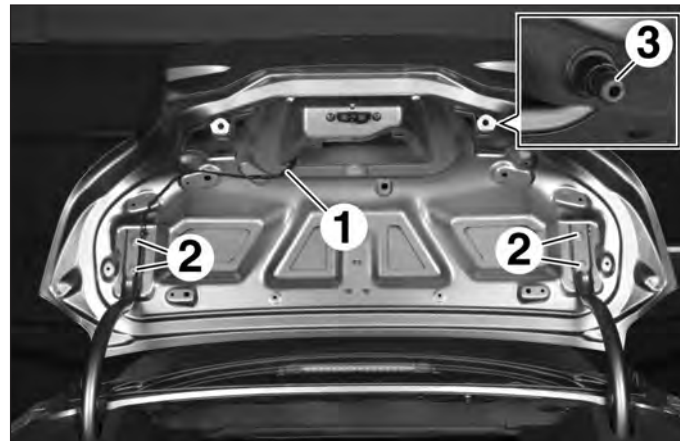

FIG.161
- Débrancher puis dégager le faisceau électrique (1) du couvercle de malle (2) (Fig.161).
- A l'aide d'un second opérateur, déposer les vis (2) du couvercle de malle.